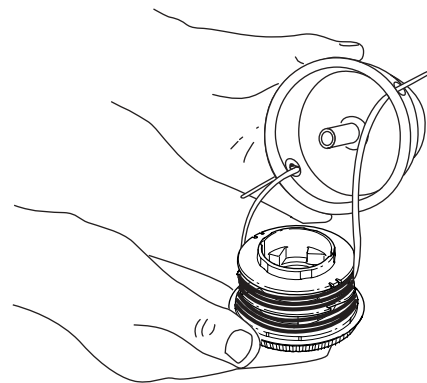

Fig. 21
3. Inserte los extremos de la línea de corte del nuevo carrete interior dentro de los ojajillos de la bobina exterior (Fig. 21). Coloque el nuevo carrete interior con la flecha hacia arriba dentro de la bobina exterior.
3. Saque el carrete interior con la línea existente de la bobina exterior (Fig. 21).